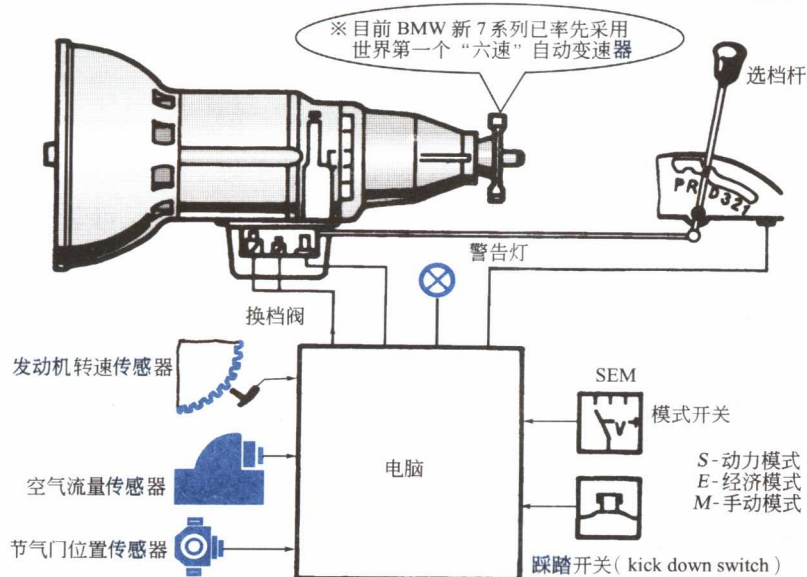

图 1-5 Bosch 电子控制式自动变速器
1. 电子控制传统自动变速器 EC-AT(Electronic Control Automatic Transimission)也有简称 EAT 或 ECT，如图 1-5 所示。